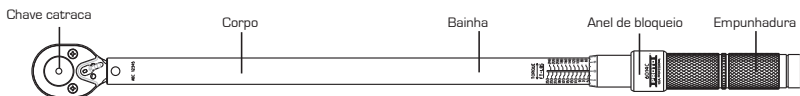

Figura 1: Torquímetro Proto®
2. Com a outra mão, deslize o anel de bloqueio na empunhadura até a parte posterior com o polegar e o indicador para desencaixar o mecanismo de travamento da empunhadura (ver Figura 1 na página 16).